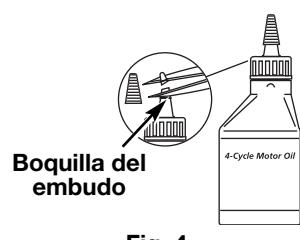

Fig. 4
- Coloque el pico del recipiente de gasolina en el orificio de llenado del tanque de gasolina (Fig. 4) y llene el tanque.